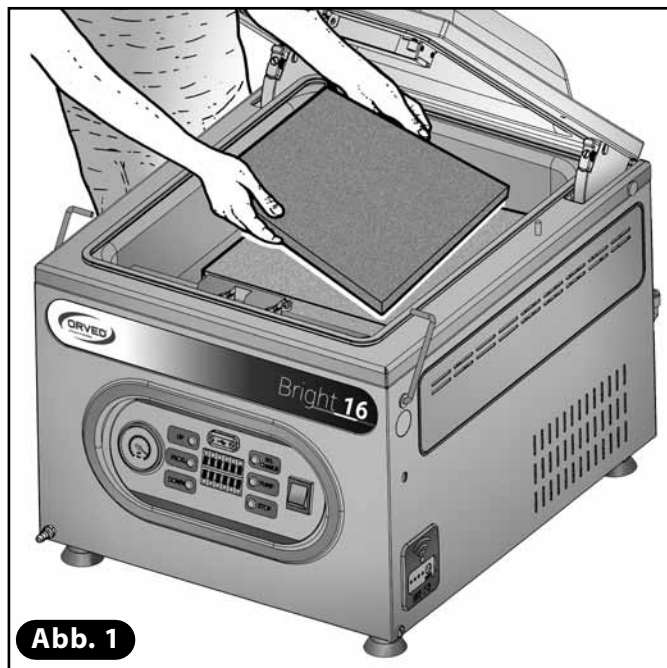

Abb. 1
- 4) Einlegeböden aus PE aus der Wanne nehmen (**Abb. 1**).